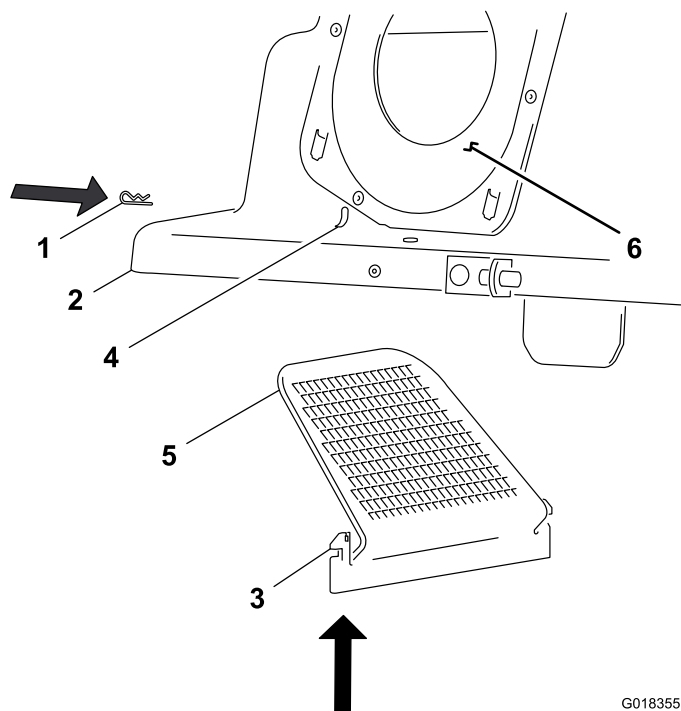

Figure 8
- Repérez les fentes du déflecteur sur les parois latérales avant et arrière du couvercle du collecteur, et les pattes de montage sur le déflecteur de couvercle (Figure 8).
- Placez le couvercle de sorte que le joint d'étanchéité se trouve à votre gauche, comme montré à la Figure 8.
- Alignez le déflecteur de sorte que la partie grillagée soit en haut et orientée vers la gauche (Figure 8).
- Insérez le déflecteur dans le couvercle en passant par le bas (Figure 8).
- Alignez les pattes de montage du déflecteur sur les fentes du couvercle, et poussez les pattes de montage vers le haut pour les engager dans les fentes (Figure 8).